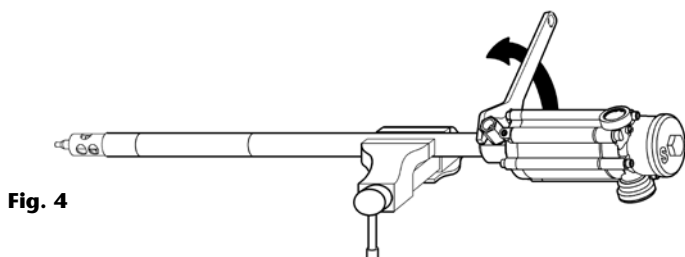

Fig. 4
3. Desserrer le tube d'aspiration du corps de la pompe et tirer ce dernier jusqu'à atteindre le goujon (fig. 4).